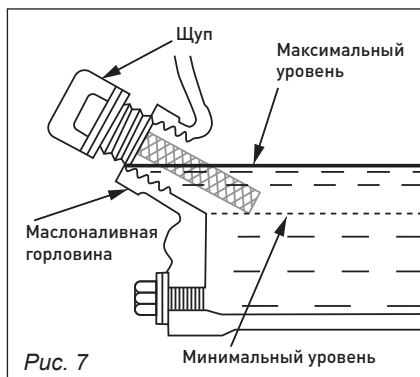

Рис. 7
2. Открутите пробку горловины для заливки масла в картер (рис. 7).
Залейте моторное масло (заправочный объем см. таблицу п. 2 «Технические характеристики»), произведите визуальную проверку уровня масла, при правильном уровне моторное масло должно доходить до края резьбы заливной горловины (рис. 7).